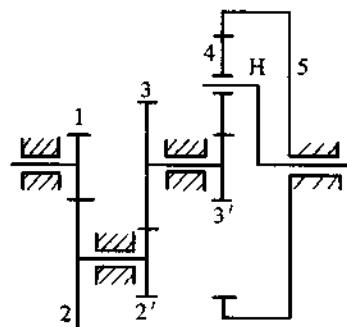

图 11
20. 如图 11 所示的混合轮系中，各齿轮齿数分别为： $z_1 = z_{2'} = z_{3'} = 20$ ， $z_2 = z_3 = 40$ ， $z_5 = 80$ ，试计算传动比 i_{1H} 。